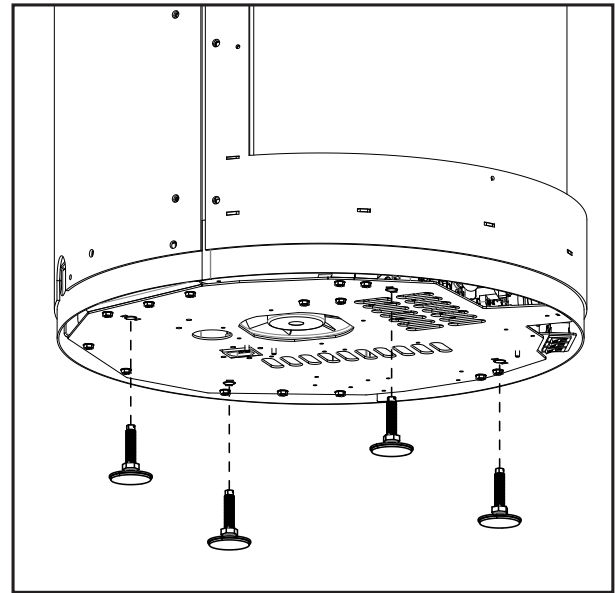

Figure 70: Retrait de la jambe de nivellement
Retirez les quatre (4) pieds de nivellement du bas de l'unité (voir la Figure 70). Ces pieds de nivellement seront réinstallés sur le piédestal.